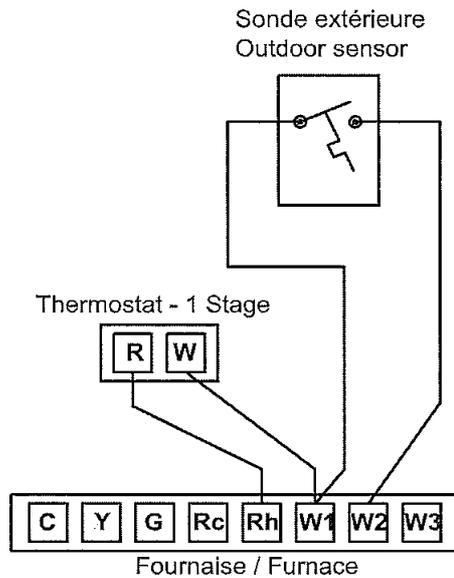

Fig. 7B
- Fig. 7B : Chauffage seulement avec un thermostat 1 stage & une sonde extérieure;